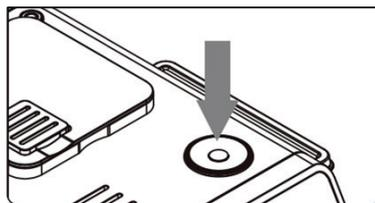

Рис. 2
- ⇒ Сенсорный дисплей (1).
- ⇒ Контроллер (11), расположенный на верхней панели кофемашины (Рис. 2).